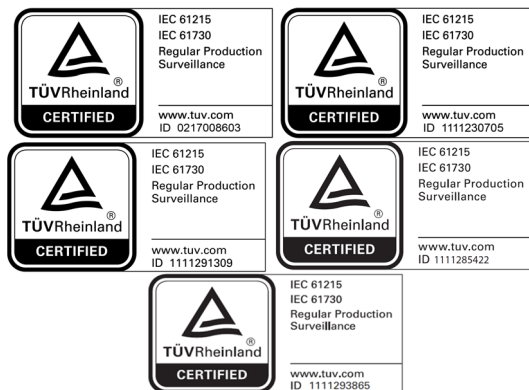

Figure 1
Ce manuel comporte des instructions de sécurité et d'installation relatives aux panneaux photovoltaïques (PV) Maxeon conformes aux normes CEI et EN, portant le logo TUV sur l'étiquette de produit (Figure 1). **Note.** Le numéro d'identification réel peut être différent.